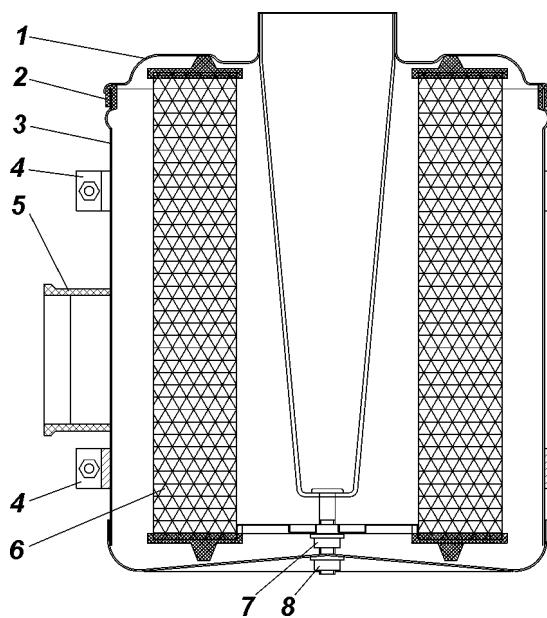

Рис. 4.16. Воздушный фильтр:
**Воздушный фильтр** со сменным картонным фильтрующим элементом (рис. 4.16). Входной канал фильтра предназначен для забора воздуха из подкапотного пространства. Выходной канал фильтра соединен резиновым патрубком с датчиком массового расхода воздуха.